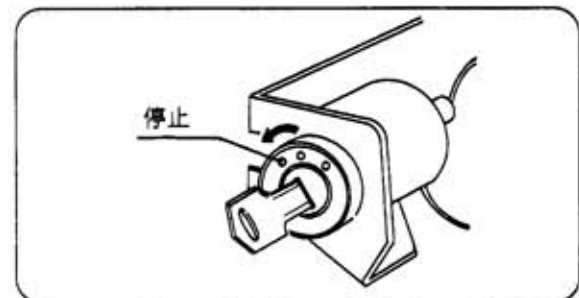

図15
- ④ キースイッチを左へ回してOFF (停止) 位置にすると停止できます。(図15)